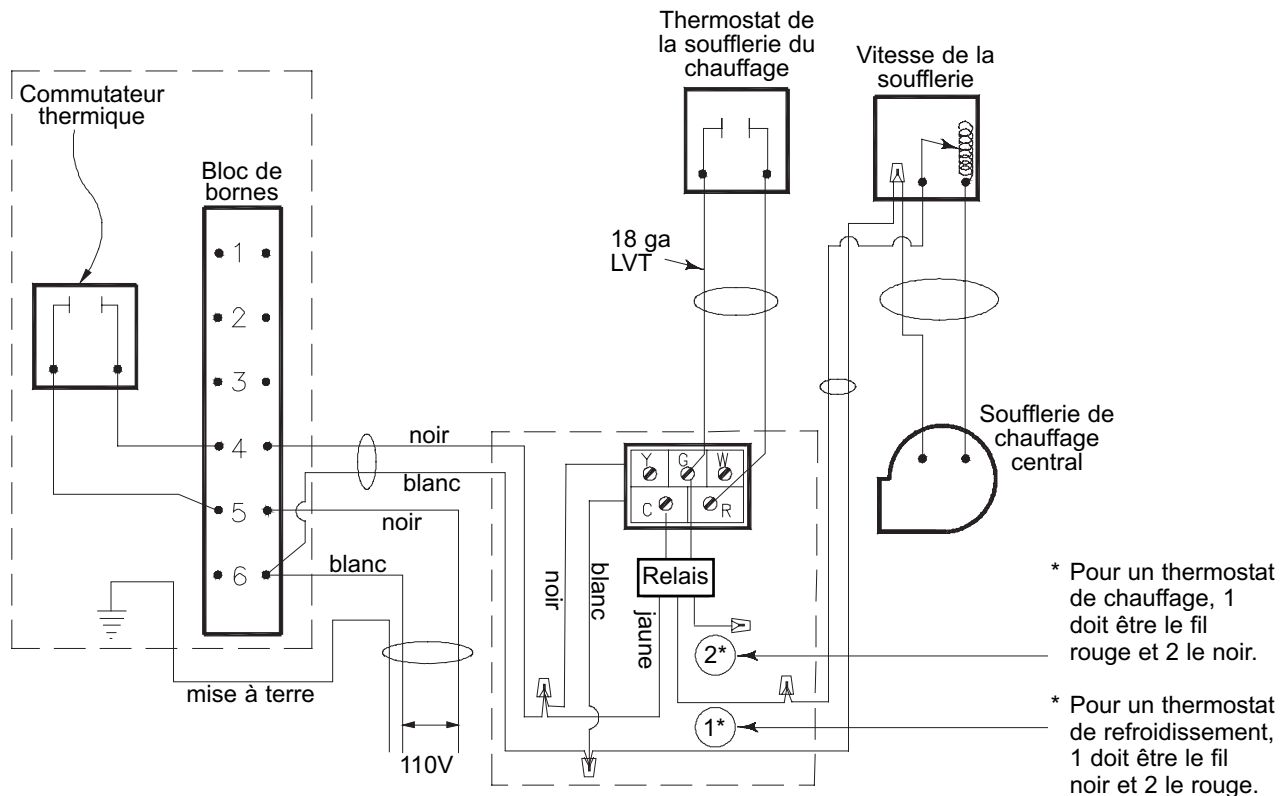

Figure 36: Diagramme du chauffage central
a) Si vous désirez que la soufflerie se met en marche lorsque la température d'une pièce diminue, positionnez le thermostat dans la principale pièce chauffée par le système central. **N'INSTALLEZ PAS** le thermostat dans la même pièce que le foyer. Raccordez le fil #4 provenant du bloc terminal au fil noir et placez une marquette pour protéger sur le fil rouge. Voir les diagrammes de raccordement (Figures 36 et 37).
b) Si le foyer se trouve dans une petite pièce et que vous voulez en retirer l'air lorsque la température de celle-ci devient trop chaude, positionner le thermostat dans la pièce où se trouve le foyer. Raccordez le fil #4 provenant du bloc terminal au fil rouge et placez une marquette protectrice sur le fil noir. Voir les diagrammes de raccordement (Figures 36 et 37).
Le câblage du système est semblable à celui du chauffage central (Figures 36 et 37) avec l'ajout d'une commande de soufflerie et de registre (Figure 38). Le système entier s'alimente sur 24 V CA. Assurez-vous que le thermostat est relié au bon registre de zone.